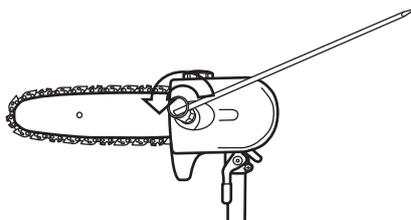

Fig. 26a
- Desserrer l'écrou de blocage (D3) avec la clé à douille (E6) dans le sens contraire des aiguilles d'une montre, puis le retirer avec la rondelle élastique (D4) et le couvercle (D2) (voir Fig. 26a, 26b).